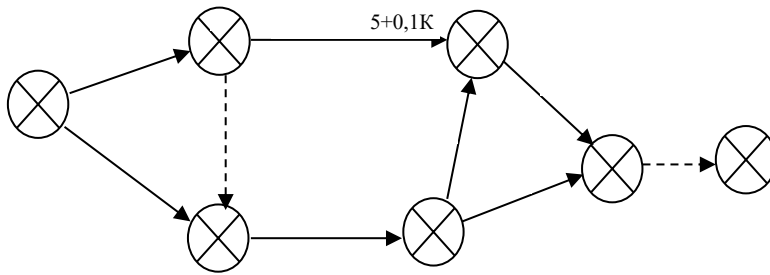

Рис. 7.6. Сетевой график выполнения плановых работ
1. Сетевой график выполнения плановых работ на новый календарный год имеет следующий вид (рис. 7.6).